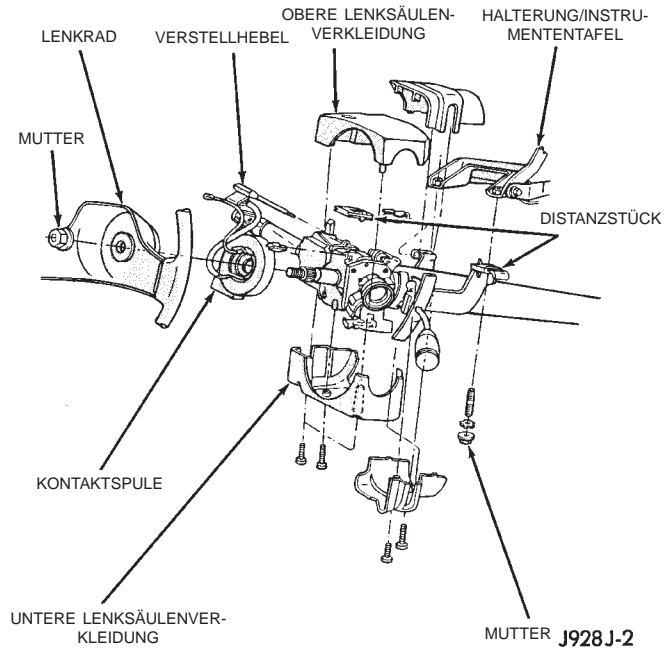
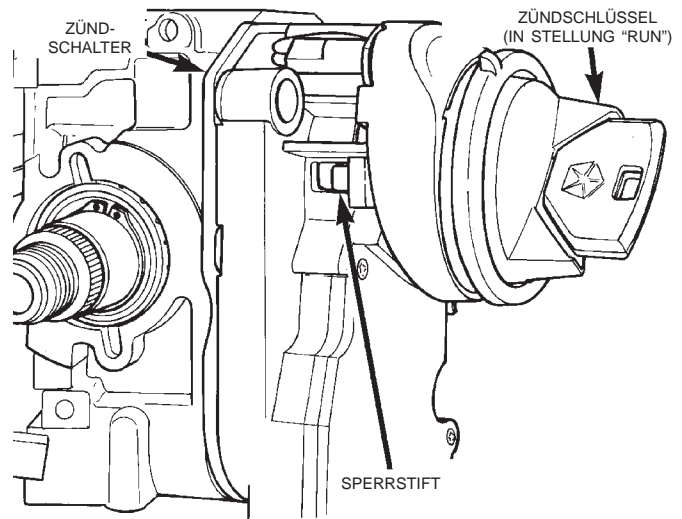

Abb. 43 Lenksäulenverkleidungen aus- und einbauen — Typisch
Abb. 44 Sperrstift
(1) Batterie-Minuskabel von der Batterie abklemmen.
(2) Bei Fahrzeugen mit verstellbarer Lenksäule den Verstellhebel durch Drehen nach links abbauen.
(3) Die obere und untere Lenksäulenverkleidung abbauen (Abb. 43).
(4) Bei Fahrzeugen mit Automatikgetriebe den Getriebewählhebel in Parkstellung ("P") bringen.
(5) Seitlich am Schließzylinder befindet sich ein Sperrstift (Abb. 44).